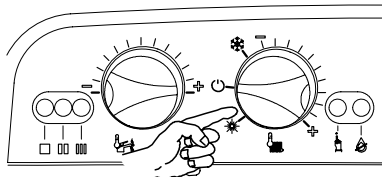

Fig. 2.30
- 6 Для выхода из функции Трубочиста установить Переключатель режима работы / Рукоятку регулирования температуры отопления как указано в Fig. 2.30.